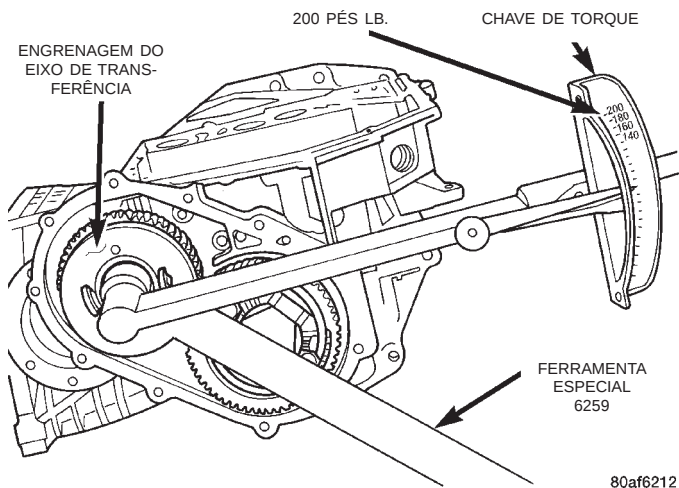

Fig. 244 Aperto da Porca com um Torque de 271 N·m (200 pés-lb.)
(6) Instale porca e arruela de retenção novos e ajuste com um torque de 271 N·m (200 pés-lb.) (Fig. 244). **Meça o jogo axial do eixo de transferência; o jogo axial deve ser de 0,05 a 0,10 mm (0,002 a 0,004 pol.).**